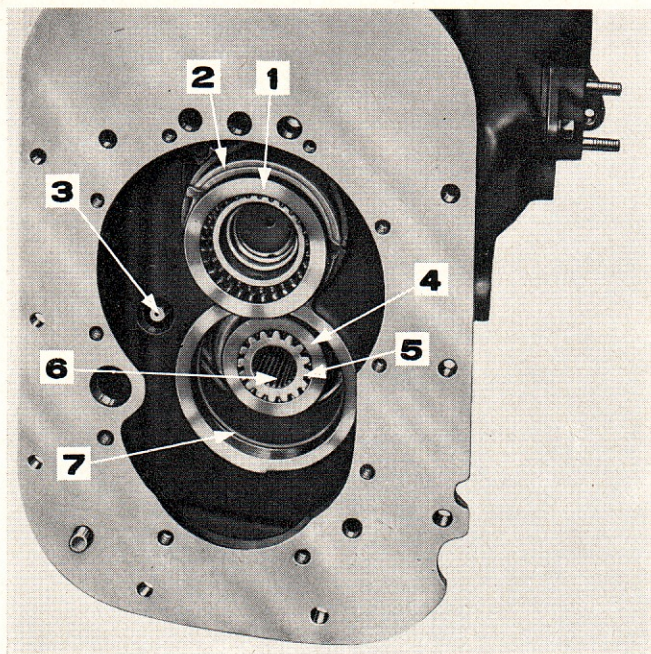

Figure 17: Compartiment arrière de transmission
5. Déposer le coulisseau Lent/Rapide de l'arrière de l'arbre principal (fig. 17).
1. S'assurer que le coulisseau Lent/Rapide s'engage dans les crabots à l'arrière de l'arbre secondaire et que la fourchette Lent/Rapide s'engage dans la rainure du coulisseau 4ème/6ème (fig. 17).